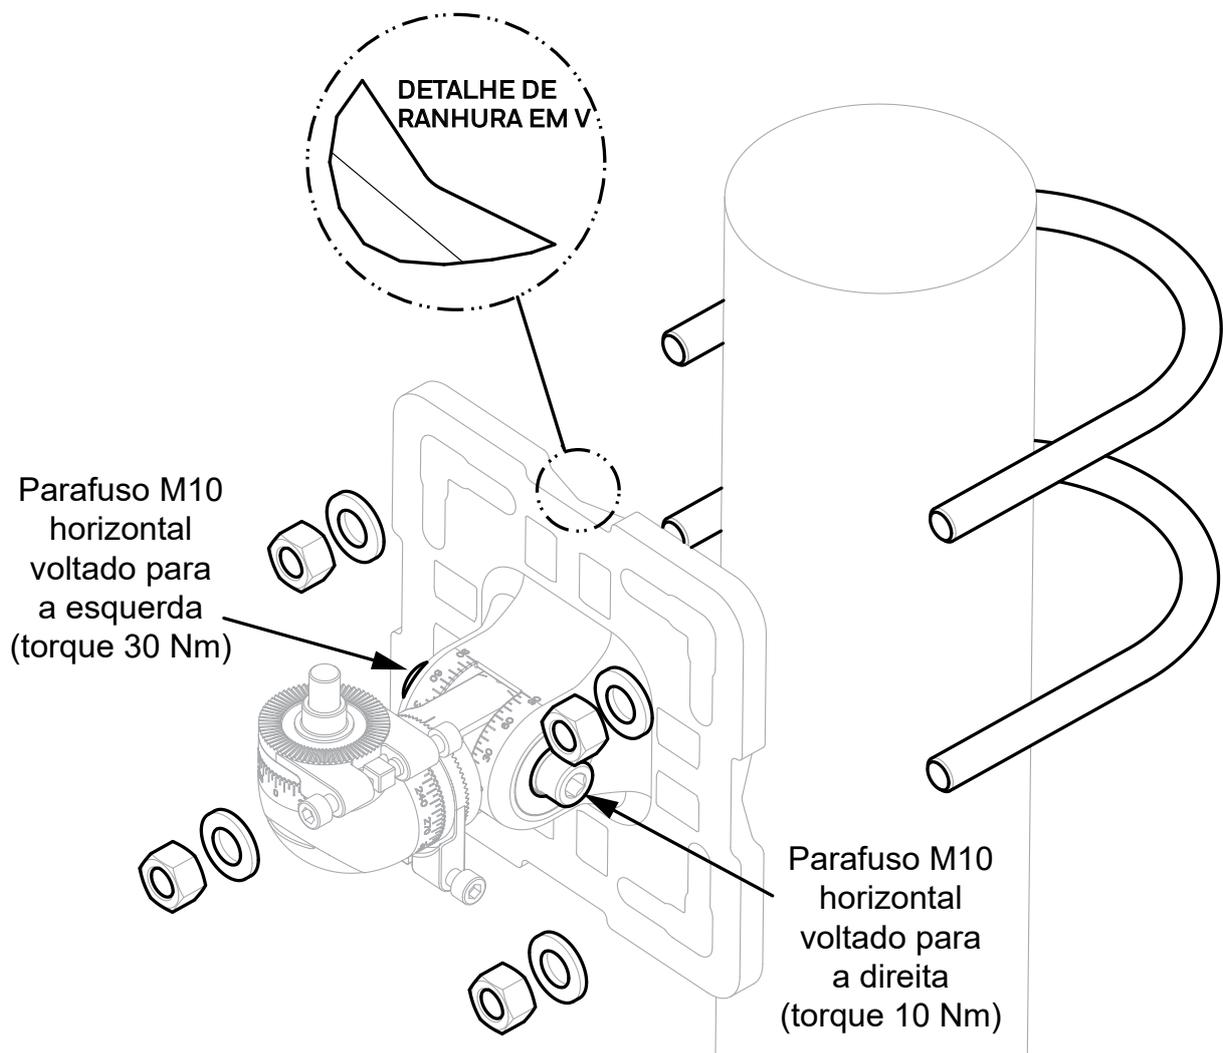

Figura 10. Encaixe do suporte de montagem universal no poste com parafusos U
2. Remova a placa da tampa do parafuso (Figura 10).